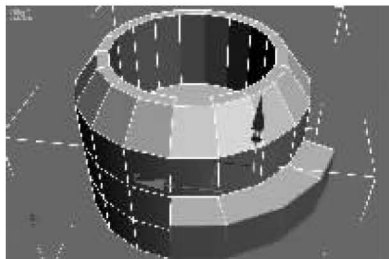

图 7-45 挤出类型为“局部法线”
- * 局部法线:沿着选中的多边形各自的法线方向挤出,如图 7-45 所示。